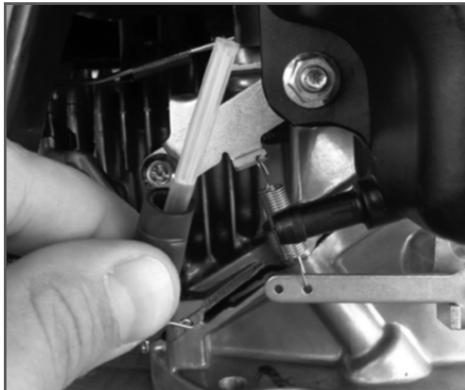

Рис. 17 Топливный фильтр
4. Извлеките из топливного шланга топливный фильтр (Рис.17). Проверьте его целостность и чистоту, при необходимости промойте чистым бензином или замените.